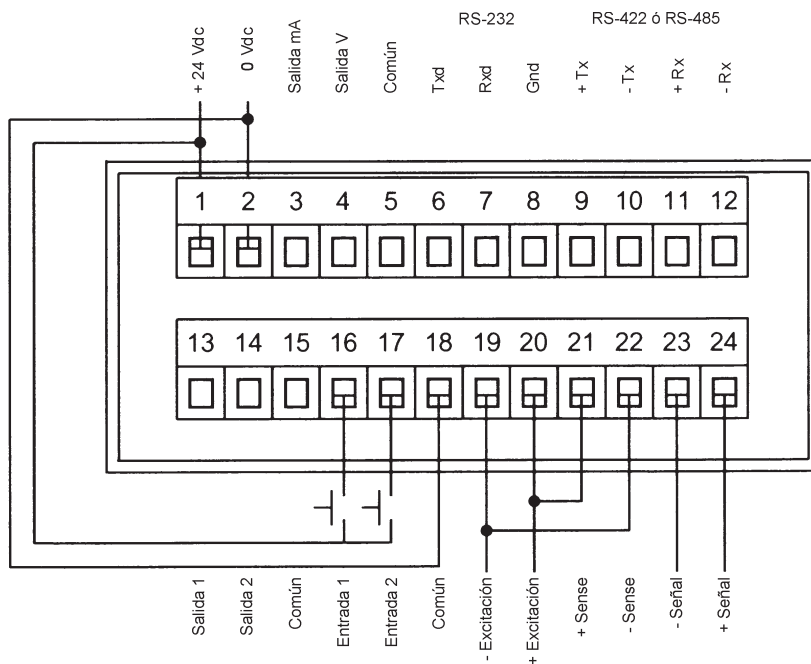

Figura 2
Conectar la Entrada (1) al terminal 16 y la Entrada (2) al terminal 17. El Terminal 18 es el común. Las entradas necesitan una alimentación de 24 Vcc para activarlas. Para mas información, ver la figura 2.